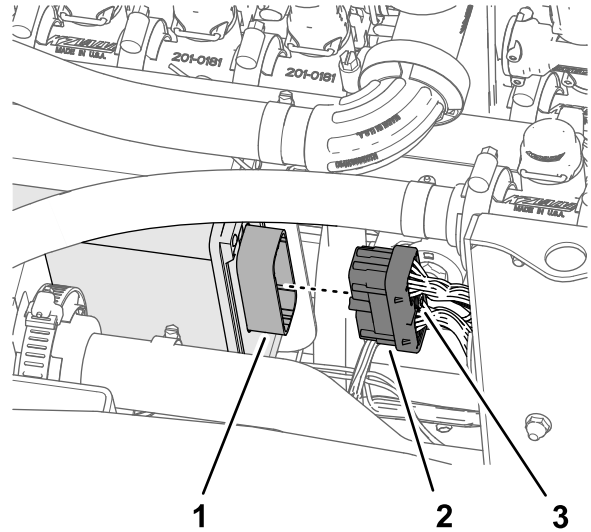

图 133
2. 将 102cm 套件线束支管的 40 插槽接头插入 ASC 10 喷洒控制器的 40 针接头图 133。
3. 用手将 40 插槽接头的指旋螺丝拧入 ASC 10 接头图 133。